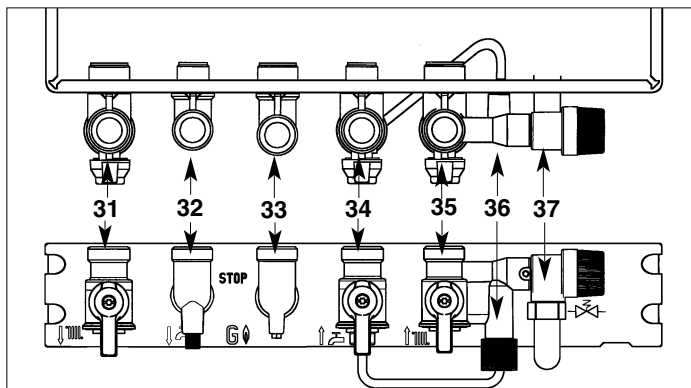

Fig. 22 - Vista inferior y lateral
Barra de grifería (fig. 22)
3. Abrir la llegada del gas girando la llave gas “33” (fig. 22 página 20) a la posición « 1 ».
- Corte la llegada de gas girando la llave "33" (fig. 22, page 20), a la posición «STOP».